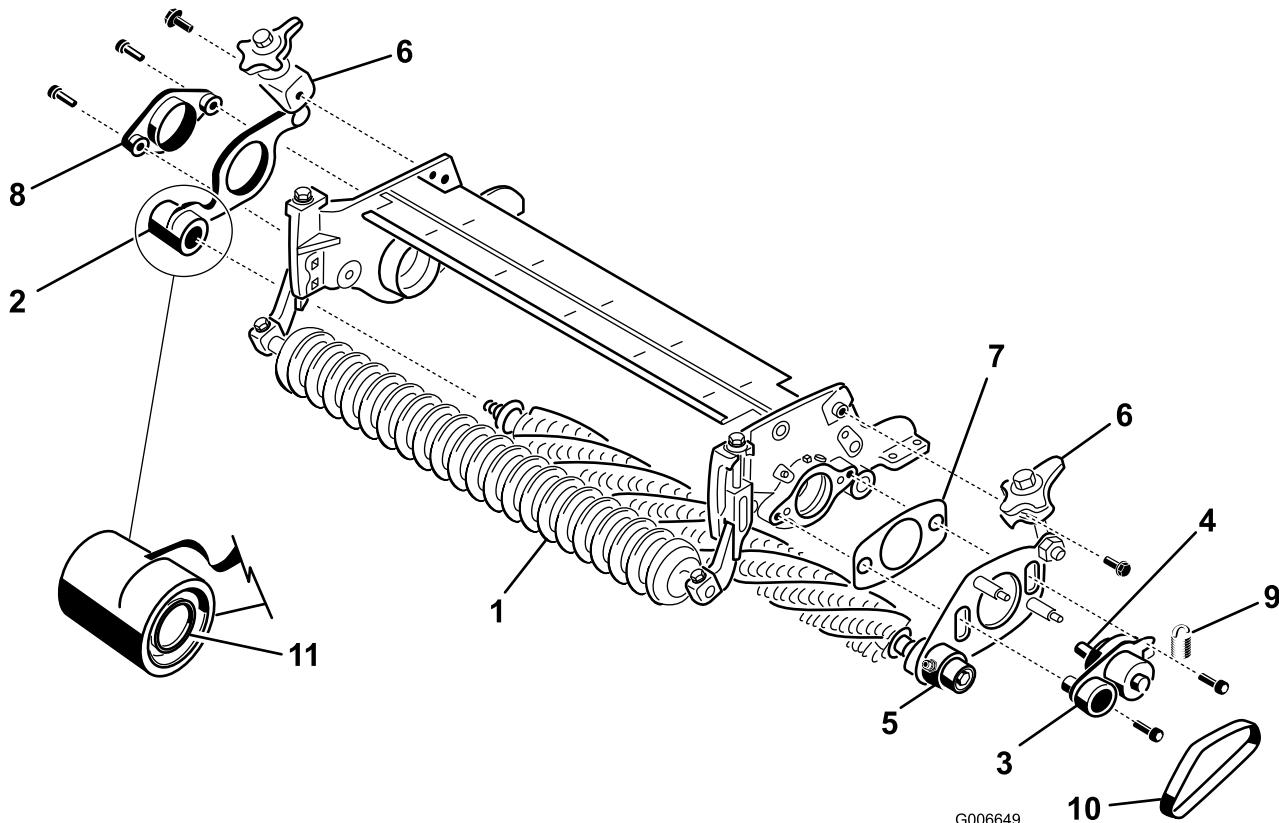

Figura 9
14. En el **lado opuesto a la transmisión** del acondicionador, retire la chapa del acondicionador con palanca de elevación rápida del eje del acondicionador (Figura 9).
16. En el lado de la transmisión de la unidad de corte, Monte el cubo pivotante, la chapa del acondicionador con palanca de elevación rápida del lado de la transmisión, y el suplemento en la chapa lateral de la unidad de corte con 2 tornillos de cabeza hexagonal de 3/8" x 1" (Figura 9). Aplique Loctite azul a la rosca de los tornillos antes de la instalación.
- Instale la chapa del acondicionador del extremo opuesto a la transmisión en el eje del acondicionador (Figura 9). Tenga cuidado de que no se desprenda el muelle del retén.
- Sujete el buje pivotante del extremo opuesto a la transmisión a la chapa lateral de la unidad de corte con 2 tornillos de cabeza hexagonal de 3/8" x 1" (Figura 9). Aplique Loctite azul a la rosca de los tornillos antes de la instalación.
20. Monte las palancas de elevación rápida a las chapas laterales con pernos con arandela prensada de $3/8"$ x $3/4"$ (Figura 9).
21. Instale la correa del acondicionador en las poleas (Figura 9). Asegúrese de que los nervios de la correa están correctamente asentados en las ranuras de cada polea.